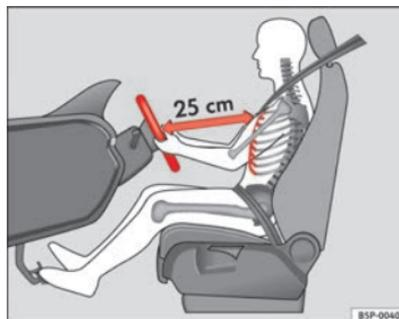

Fig. 138 Posición correcta del conductor
- Ajuste el volante hasta alcanzar la posición deseada ⇒ fig. 138.
- Ajuste el asiento del conductor o el volante de modo que quede una distancia mínima de 25 cm entre el volante y el tórax ⇒ fig. 138. ¡Si no respeta la distancia mínima, el airbag no le protegerá adecuadamente y corre peligro de muerte!